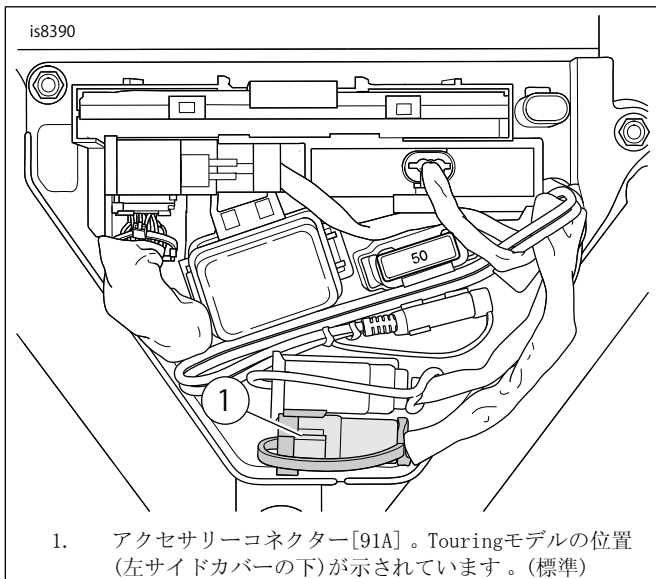

図2. アクセサリコネクタ
9. 「表1」および「図2」を参照してください。アクセサリ/データリンクコネクタ[91A]を見つけます。